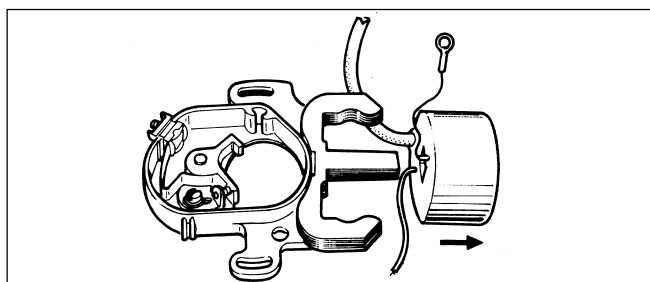

Fig. 15
- Détacher complètement la bobine (Fig. 15).